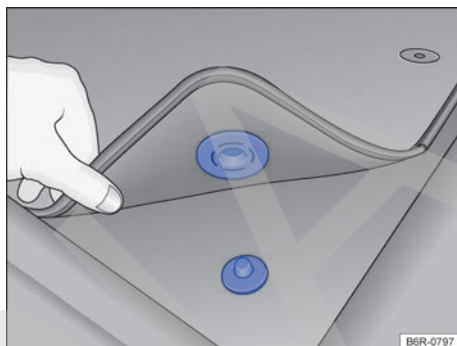

Fig. 17 Alfombra delantera del lado del conductor con fijación al perno de la alfombra.
- ✓ Acomodar bien la alfombra en la zona repapiés del lado del conductor para que no obstruya la zona de los pedales. Dependiendo de la versión del vehículo, la alfombra delantera del lado del conductor puede tener fijación al perno de la alfombra → fig. 17.